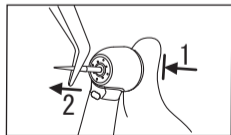

Fig. 11
Appuyez sur le bouton-poussoir pour ouvrir le mandrin (1) et retirez la fraise (2) (Fig. 11).